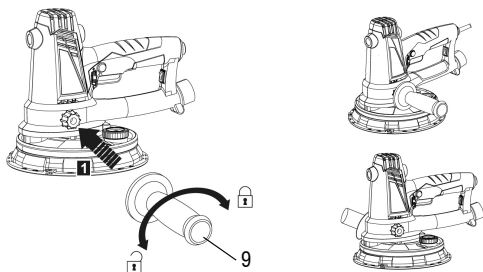

Fig. 2 – Montando o punho auxiliar
1. Aperte o punho auxiliar no sentido horário em uma das roscas de montagem, conforme Fig. 2;
2. Certifique-se de que o punho auxiliar (9) está firmemente preso;